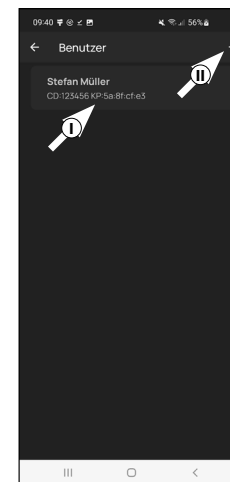

Fig. 2
- ! **Indicação:** Alternativamente, você também pode criar um novo perfil de utilizador adicional neste momento. Para isso, toque no "+" no canto superior direito (II) (Fig. 2).